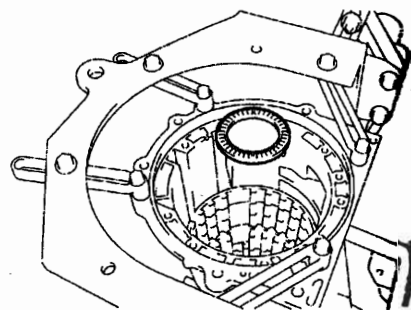
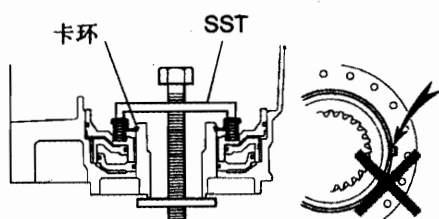

图 12-1-61
图 12-1-74
③如图 12-1-61 所示, 从变速器壳上拆下止推滚针轴承。
(4) 安装 1 挡和倒挡制动器回位弹簧分总成。如图 12-1-74 所示, 将 SST 放置在弹簧限位座上, 并压住弹簧, 用 SST 安装卡环。
(5) 安装后部行星齿轮总成。
①如图 12-1-61 所示, 安装止推滚针轴承, 止推滚针轴承内径为 49.5mm, 外径为 64.0mm。